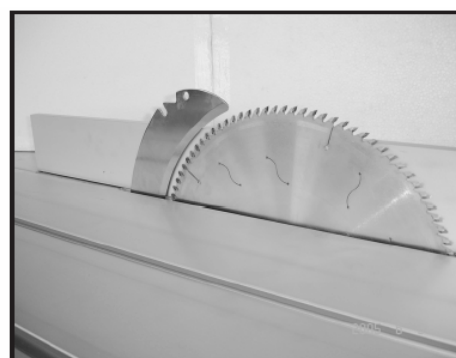

Fig. 37
3. Придвиньте линейку для продольных распилов вплотную к основному пильному полотну (или к подрезной пиле) (см. рис. 37).
2. Придвиньте линейку для продольных распилов вплотную к основному пильному (см. рис. 37).